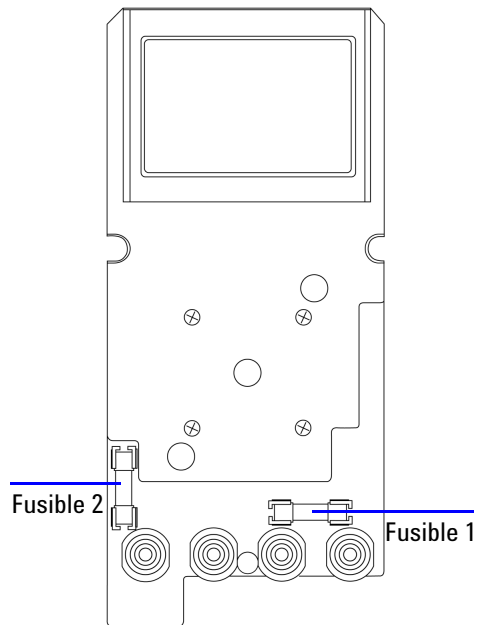

Figura 6-3 Reemplazo del Fusible
- 4 Extraiga la placa del circuito tal como se muestra en la Figura 6-3.